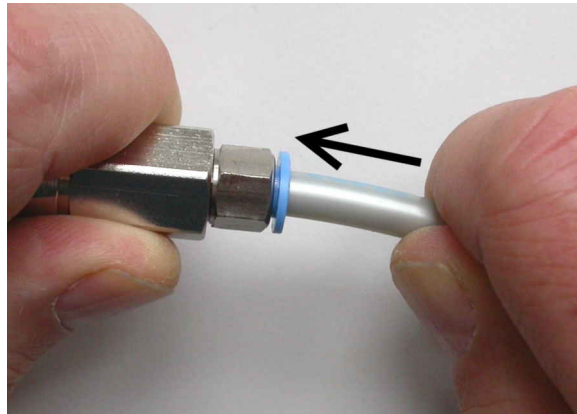

Bild 6-4: Montage eines Push-Pull-Adapters (links) und eines 6 mm-Schlauchs (rechts)
5. Schieben Sie den Schlauch bis zum Anschlag in den Adapter, wie in Bild 6-4 gezeigt.